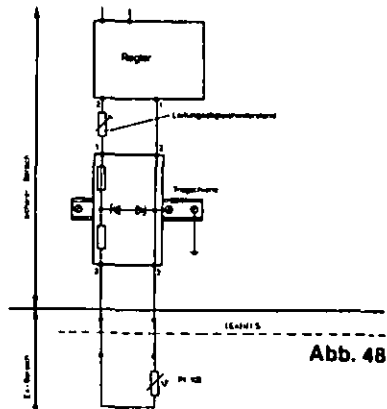
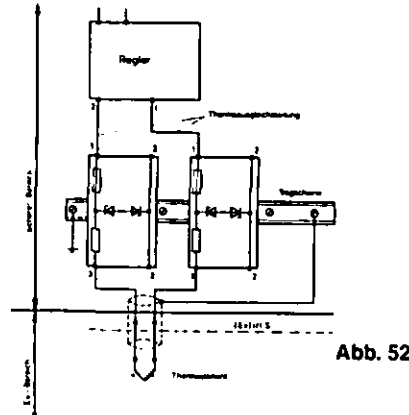

Abb. 48
Abb. 52
6.1 Anschluß der Meßwertgeber über Zenerbarriere (Abb. 48 bis Abb. 52)